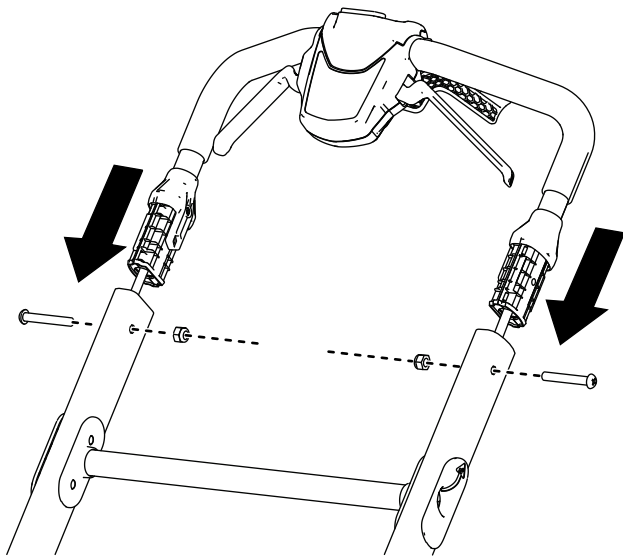

Figura 4
1. Instalați ansamblul mânerului superior pe mânerul inferior și fixați-l folosind 2 șuruburi și 2 piulițe de blocare, așa cum se arată în **Figura 4**.